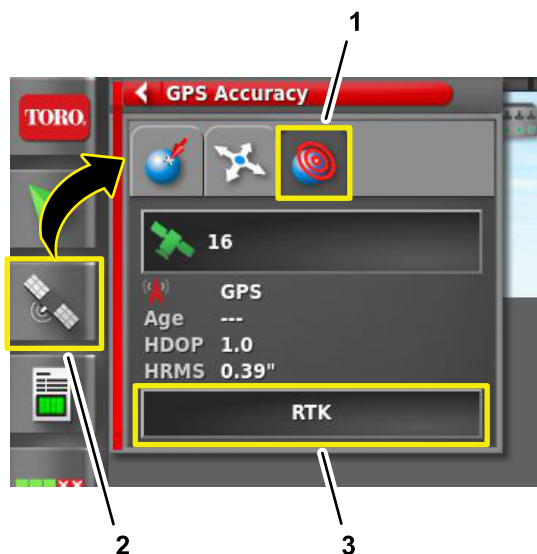

Figura 208
3. En la consola de control GeoLink, pulse el icono INFORMACIÓN GPS (Figura 208).